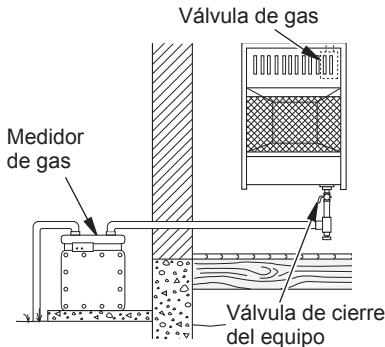

Figura 18 - Suministro de gas natural
3. Revise todas las uniones desde el medidor de gas, tanto para suministro de gas natural o propano, hasta la válvula de cierre del equipo (consulte la figura 18 o 19, página 54). Aplique en todas las uniones algún líquido de detección de fugas que no sea corrosivo. La formación de burbujas indicará una fuga.
4. Revise todas las uniones entre la válvula de cierre del equipo y válvula de control (consulte la figura 18 o 19). Aplique en todas las uniones algún líquido para detectar fugas que no sea corrosivo. La formación de burbujas indicará una fuga.